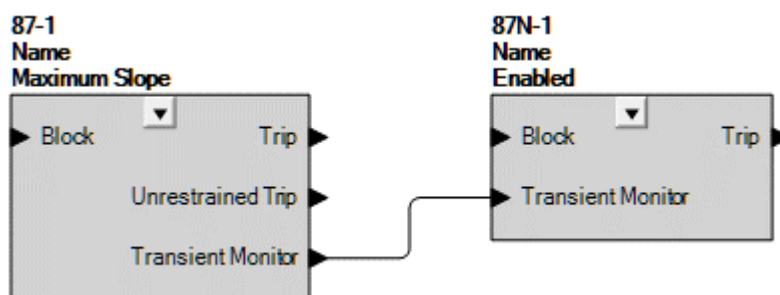

图 40-1. 瞬态延迟逻辑
用户定义的瞬态延迟时间可防止在穿越性故障期间因 CT 饱和而导致的误动作。常见的是，来自相电流差动 (87) 功能的瞬态监测功能检测到 CT 饱和，并被路由到 87N 瞬态延迟启动。当瞬态监视器逻辑输入被置位时，87N 跳闸逻辑输出将通过一个定时器进行路由。请参见图 40-1。定时器应设置为比保护区外故障的正常清除时间长，来允许其穿越，直到外部故障被清除。